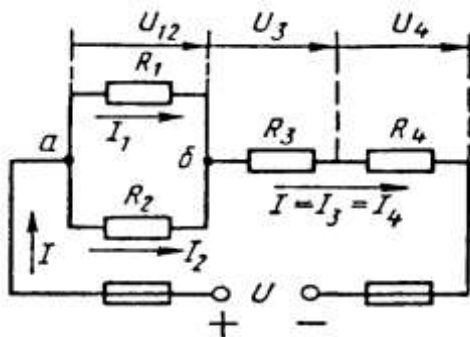

Рис. 1
Условие задачи. Цепь постоянного тока со смешанным соединением состоит из четырех резистором. Заданы схема цепи (рис. 1), значения сопротивлений резисторов:
- 2) обозначим токи  $I_1, I_2, I_3, I_4$  на (рис. 1) стрелками и определим их значения из формулы мощности:
Формулировка закона: алгебраическая сумма токов в узловой точке равна нулю. Математическая запись для узла б схемы цепи рисунок 1:
В замкнутом контуре (рис. 1) приложенное напряжение  $U$  (аналогично ЭДС при внутреннем сопротивлении источника тока, равном нулю) и падения напряжений